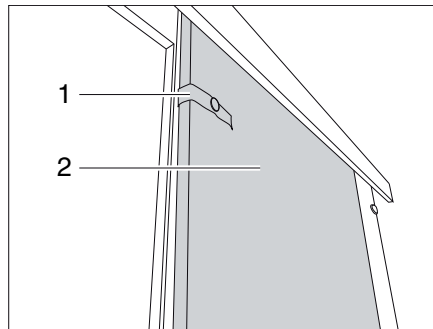

Bild 75 Schiebetür
- Das mit Sicherungsband (Bild 75,1) lösen.
- Schiebetür (Bild 75,2) in Schließstellung ziehen.
- Schiebetür (Bild 75,2) in die Öffnungsposition führen.
- Schiebetür mit dem Sicherungsband (Bild 75,1) befestigen.